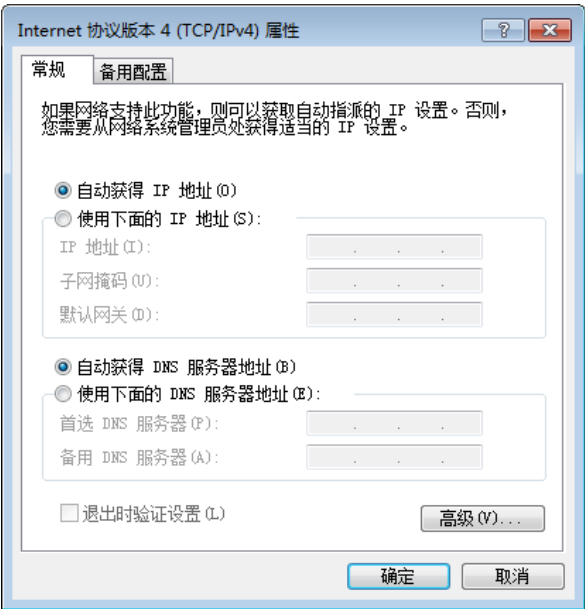

图2-8 PC 网络配置
1. 打开电脑上的控制面板，选择“网络和 Internet” > “网络和共享中心” > “更改适配器配置”，选择对应的网卡，将网卡配置成自动获得 IP 地址或手动分配与设备同一网段地址，如图 2-8 所示。